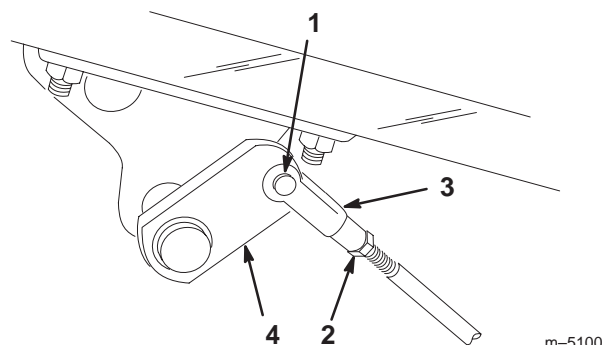

Bild 43
2. Klemmen Sie, wenn die Bremsen nicht gleichmäßig blockieren, die Bremsstangen ab, indem Sie den Splint und den Lastösenbolzen entfernen (Bild 43).
3. Lockern Sie die Klemmmutter und stellen den Lastösenbolzen entsprechend ein (Bild 43).
4. Bringen Sie den Lastösenbolzen am Bremsbügel an (Bild 43).